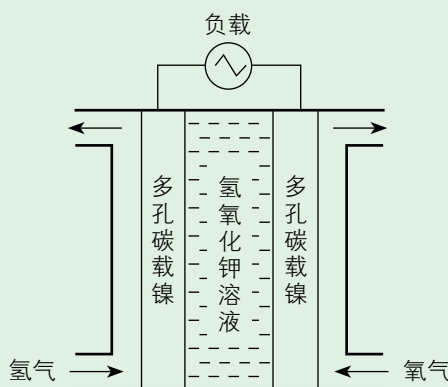

图 1-5-1 “阿波罗”飞船氢氧燃料电池部分结构示意图
1. 图 1-5-1 是“阿波罗”飞船中使用的氢氧燃料电池部分结构的示意图。请将该电池和你在本章第 2 节中设计的氢氧燃料电池进行比较、说明异同，并结合资料尝试解释“阿波罗”飞船使用的氢氧燃料电池中各部分材料选择的理由。
2. 为了保持电池的工作效率、有效地利用电极反应产物，你认为图 1-5-1 所示电池还需要解决哪些问题？